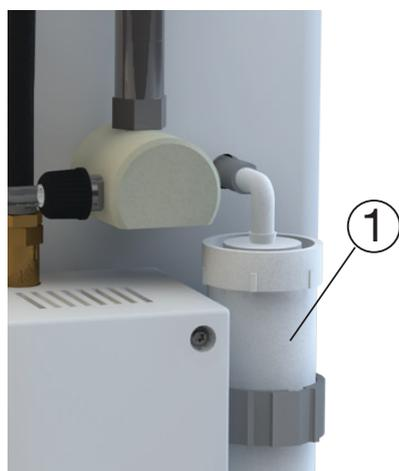

图5.2：仪器后侧的消音器
- 确保消音器（图5.2中的①）已注满聚酯纤维且已安装到位：